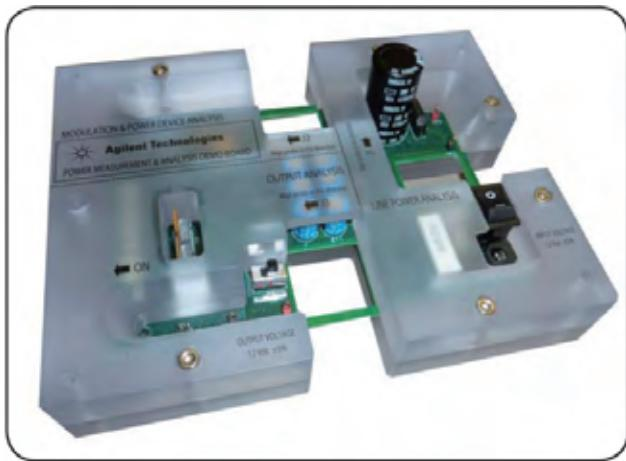

图 1: 安捷伦开关电源测量培训套件
- 开关电源 (SMPS) 或 Agilent SMPS 测量培训套件 (图 1)